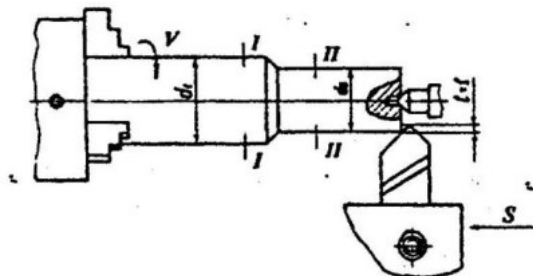

Рисунок 3.1 – Установка ступенчатого валика в патроне и центре
1. Установить ступенчатый вал в патроне и в центрах токарного станка согласно эскизу и закрепить (рисунок 3.1). Перепад диаметров ступенчатого валика около 8 мм.